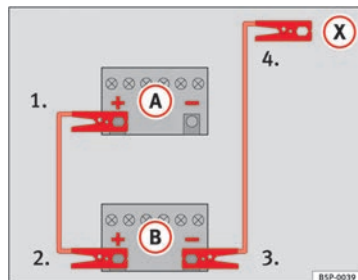
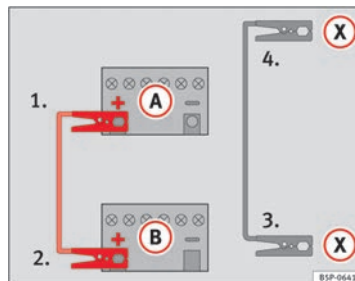

Fig. 245 Esquema de conexión para vehículos sin sistema Start Stop.
Fig. 246 Esquema de conexión para vehículos con sistema Start Stop.
- Emberne un extremo del cable *rojo* de emergencia al polo positivo (+) del vehículo con la batería descargada (A) ⇒ fig. 245.
- Emberne el otro extremo del cable *rojo* de emergencia al polo positivo (+) del vehículo que suministra la corriente (B).
- Emberne un extremo del cable *negro* de emergencia al polo negativo (-) del vehículo que suministra la corriente (B) ⇒ fig. 245.
- Emberne el otro extremo del cable *negro* de emergencia (X), en el vehículo con la batería descargada, a una pieza de metal masiza que vaya atornillada al bloque motor o al mismo bloque motor pero más alejado posible de la batería (A).
- Emborne un extremo del cable *rojo* de emergencia al polo positivo (+) del vehículo con la batería descargada (A) ⇒ fig. 246.
- Emborne el otro extremo del cable *rojo* de emergencia al polo positivo (+) del vehículo que suministra la corriente (B).
- Emborne un extremo del cable *negro* de emergencia (X) a un terminal de masa adecuado, a una pieza de metal maciza que vaya atornillada al bloque motor o al mismo bloque motor ⇒ fig. 246.
- Emborne el otro extremo del cable *negro* de emergencia (X), en el vehículo con la batería descargada, a una pieza de metal maciza que vaya atornillada al bloque motor o al mismo bloque motor pero más alejado posible de la batería (A).